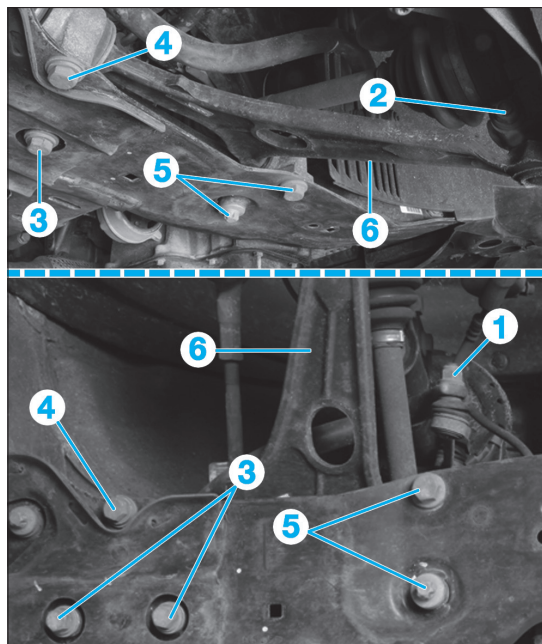

Fig. 21
- l'écrou de la rotule de biellette de barre stabilisatrice (1) (Fig.21).